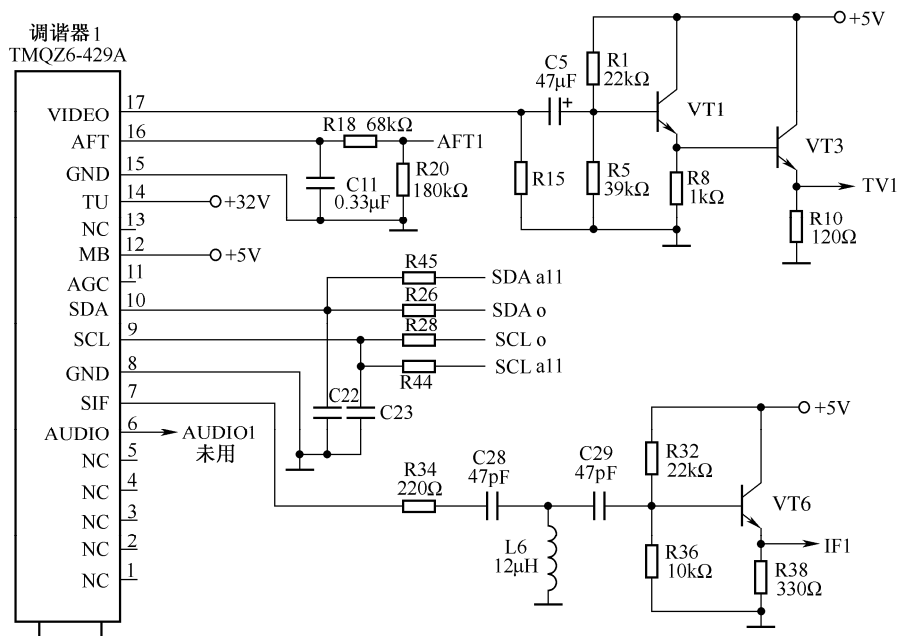

图 5-21 TMQZ6-429A 调谐器 1 电路
1) 调谐器电路: 如图5-21所示, TMQZ6-429A调谐器内含高频放大、混频、中放、鉴频、预视放、AGC、AFT、锁相环(PLL)等功能。TMQZ6-429A调谐器的第⑥脚音频(AUDIO)输出功能未采用;第⑰脚输出视频(VIDEO)信号,该信号经VT1和VT3缓冲放大后,送往视频解码电路;第⑦脚输出声音中频(SIF)信号,该信号经VT6缓冲放大后送往丽音解码/音效处理电路;第⑱脚为自动频率调节(AFT)控制输入,第⑲脚为+32V调谐电压输入。系统通过I²C总线对调谐器进行调谐选台控制。双调谐器输出的视频信号CVBS1/CVBS2,分别送往FLI8532和SAA7117AH进行视频处理。双调谐器输出的伴音信号有两路,一路输出单声道音频信号(MONO-TUN1/MONO-TUN2)至MSP3410P进行音效处理;另一路输出声中频信号(IF-AUDIO1/IF-AUDIO2)至MSP3410P进行丽音解码及音效处理。